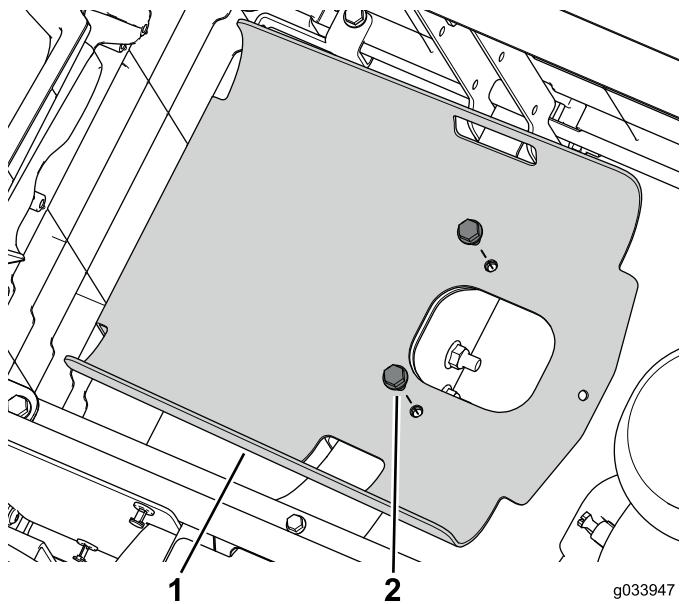

图5
5. 卸下将油箱托盘固定到机架的2个凸缘头螺栓图5。
- 用之前卸下的 2 个凸缘头螺栓将电池托盘固定至机架 图5。